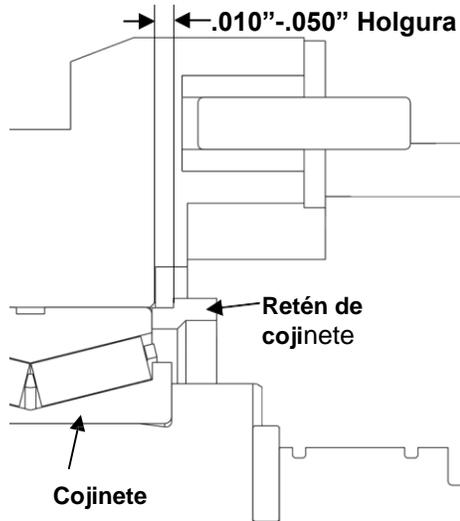
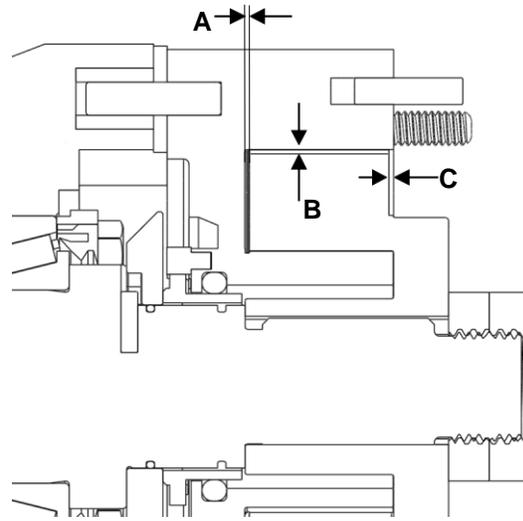

Figura 55: Holgura de retén de cojinete
Figura 56: Holguras importantes
5) Una vez que los ejes se presionen en la caja de engranes, instale los retenes de los cojinetes para mantener los ejes en su lugar temporalmente (no instale sellador líquido). Asegúrese de que haya una holgura adecuada entre el retén y la caja de engranes, como se ve en la Figura 55. Coloque el cuerpo en la caja de engranes, asegurándose de que esté bien asentada. Ensamble los rotores en el cuerpo y apriételes con las contratruercas. Mida las dimensiones A, B y C que se ven en la Figura 56 y consulte la Tabla 4 (página 22) para verificar las holguras. Si las holguras no son correctas, los ejes deben retirarse y las calzas deben ajustarse. Si las holguras son correctas, retire los rotores y el cuerpo.